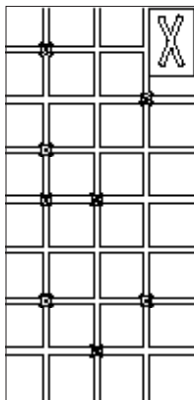

Fig.1
C. В варианте A, который мы не рекомендуем, волокна проходят через зазоры между плитками (рис. 1). Это сложно, потому что волокна редко совпадают с суставами и не могут быть повернуты под острыми углами 90°; это приведет к непоправимому ущербу.